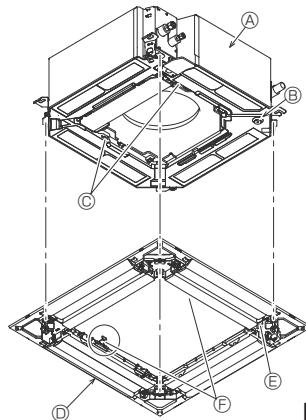

Fig. 6-6
6.4.1. Préparation (Fig. 6-6)
6.4.2. Mise en place provisoire de la grille (Fig. 6-6)
- Fixez la grille en serrant les quatre vis. (Fig. 6-6)
- Après avoir serré la vis, vérifiez que les deux crochets de la grille (Fig. 6-6) sont en prise avec les crochets de l'appareil principal.